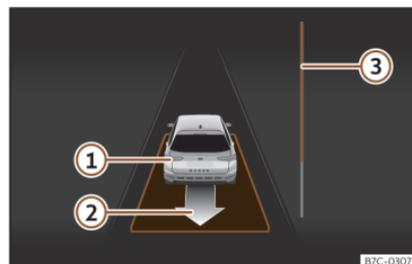

Fig. 175 Sur l'écran du combiné d'instruments : sortir d'une place de stationnement en créneau.
- Reculez jusqu'à ce que retentisse le signal continu du ParkPilot ; **OU** : reculez jusqu'à ce que l'indication de passer en marche avant apparaisse sur l'écran du combiné d'instruments. La barre de progression » » » **fig. 175** **③** indique la distance à parcourir » » » **page 284** .